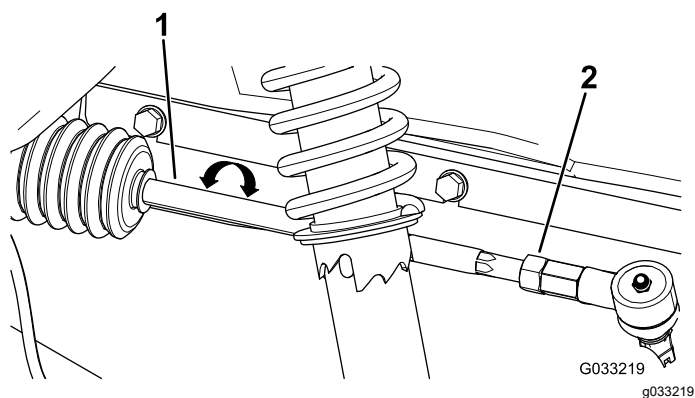

Figure 58
2. Si la mesure n'est pas comprise entre 0 et 6 mm (0 et 1/4 po), desserrez les écrous de blocage aux extrémités extérieures des biellettes (Figure 58).